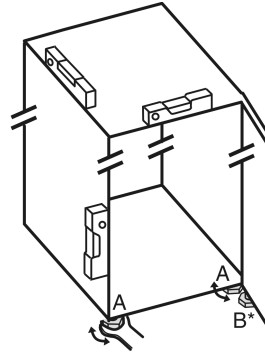

Fig. 2
- ▶ 用随附的开口扳手将垫脚 Fig. 2 (A)借助水平仪旋出，直至稳固、平坦对齐冰箱。
- ▶ 使用随附的开口扳手旋出托架上的垫脚 Fig. 2 (B)，直至垫脚平置于地板。
- ▶ 将垫脚 Fig. 2 (B)继续旋转 90°。